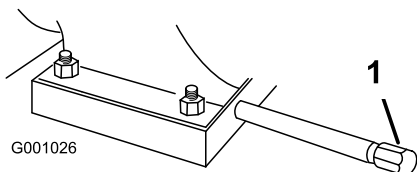

Figure 45
1. Nettoyez la surface autour du bouchon de vidange d'huile (Figure 45).